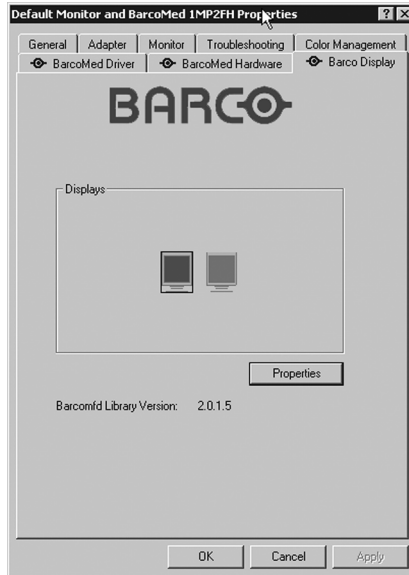

Figura 42: Ficha BARCO Display en Windows® 2000 y Windows® XP
3. En Windows® 2000 y Windows® XP, haga clic en la ficha **"Settings"**. Haga doble clic en el rectángulo que representa la controladora de pantalla BarcoMed para abrir la página de propiedades. Haga clic en la ficha **"BARCO Display"** (vea la figura 42 a continuación).